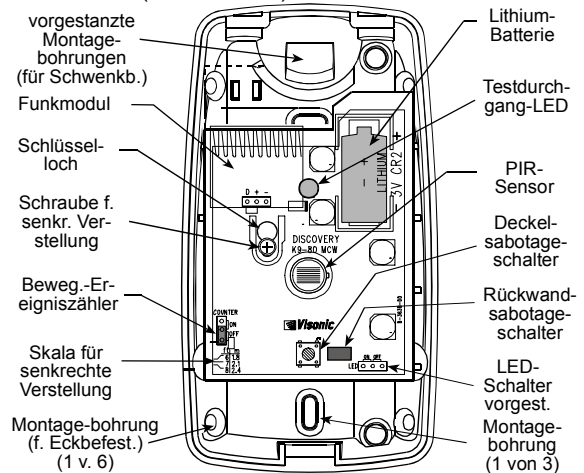
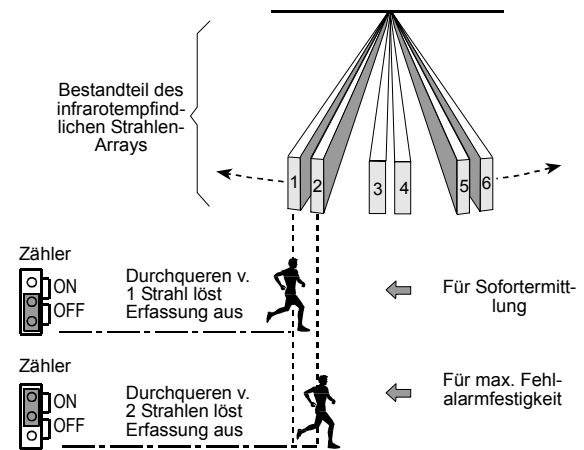

Abb. 4. Innenansicht
Abb. 9. Einstelloptionen für den Bewegungsereigniszähler
B. Batterie in den Batterie-Clip einlegen – auf Polarität achten (siehe Abb. 4).
B. Schraube für senkrechte Verstellung entfernen, Schaltplatine nach unten schieben und durch den „Schlüsseloch“-Schlitz herausziehen (siehe Abb. 4).
- B. Schraube für senkrechte Verstellung entfernen, Schaltplatte nach unten schieben und durch den „Schlüsselloch“-Schlitz herausziehen (siehe Abb. 4).
Abb. 4 zeigt die Anordnung des Bewegungsereigniszähler-Jumpers. Vgl. Abb. 9 unten; Jumper nach Bedarf installieren.